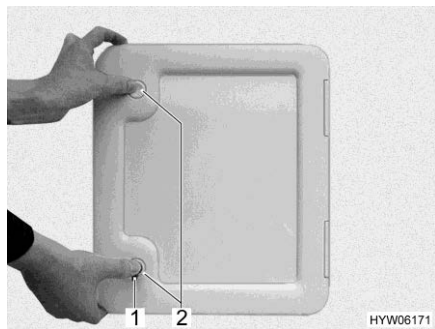

Fig. 285 Portillon pour le réservoir pour matières fécales
- Ouvrir le portillon pour le réservoir pour matières fécales à l'extérieur du véhicule. Insérer pour cela la clé dans le barillet du verrou de pression (Fig. 285,1, Fig. 286,1 ou Fig. 287,1) et la tourner d'un quart de tour.
- Si existant : Appuyer du pouce et simultanément sur les deux verrous de pression (Fig. 285,2 ou Fig. 287,2) et ouvrir le portillon.